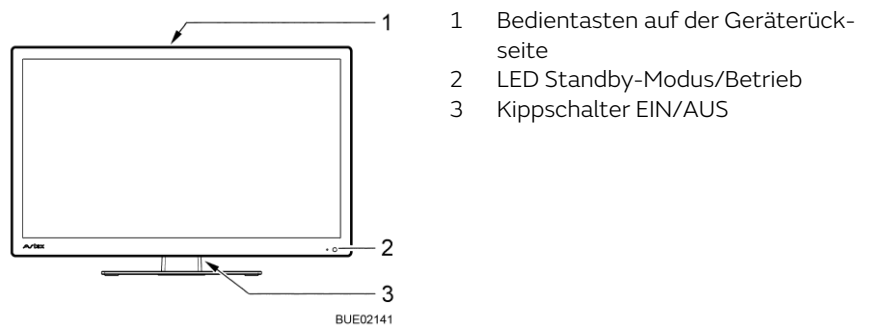
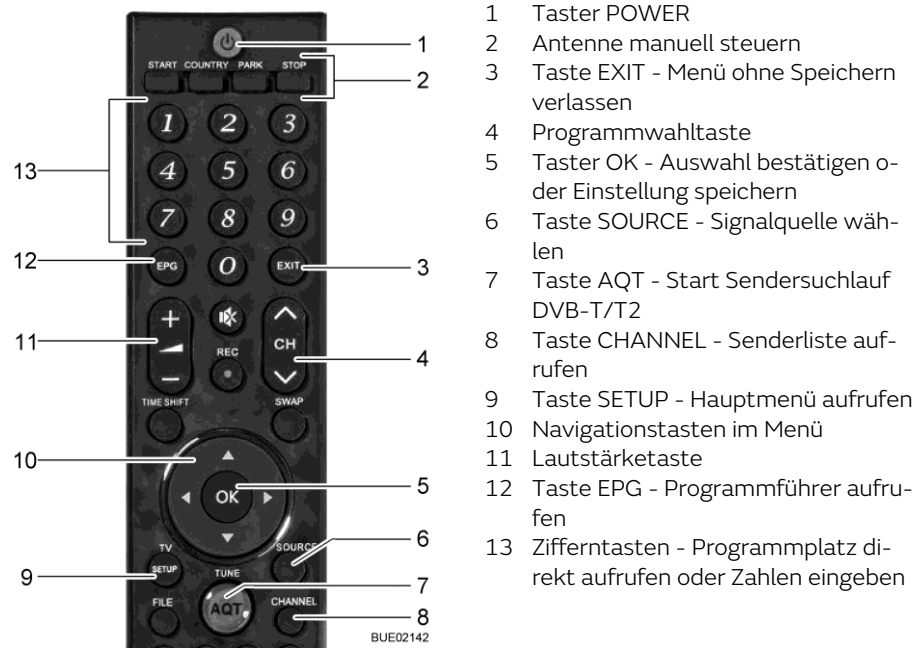

Bild 30 Bedienung am Flachbildschirm
Bild 31 Fernbedienung
- Kippschalter (Bild 30,3) auf der Rückseite des Flachbildschirms auf EIN stellen. Die Anlage schaltet in den Standby-Modus. Die LED (Bild 30,2) leuchtet rot.
- Taste POWER (Bild 31,1) auf der Fernbedienung drücken. Die LED (Bild 30,2) leuchtet blau.
- Programmwahltasten (Bild 31,4 oder Bild 31,13) drücken, bis das gewünschte TV-Programm gewählt ist.
- Taste SOURCE (Bild 31,6) so oft drücken, bis die gewünschte Signalquelle ausgewählt ist.
- Taste PARK (Bild 31,2) drücken. Die Antenne fährt in Parkposition.
- Taste SOURCE (Bild 31,6) so oft drücken, bis die gewünschte Signalquelle (z. B. DVD) ausgewählt ist.
- Taste POWER (Bild 31,1) auf der Fernbedienung drücken. Die Anlage schaltet in den Standby-Modus. Die LED (Bild 30,2) leuchtet rot.
- Kippschalter (Bild 30,3) auf der Rückseite des Flachbildschirms auf AUS stellen.